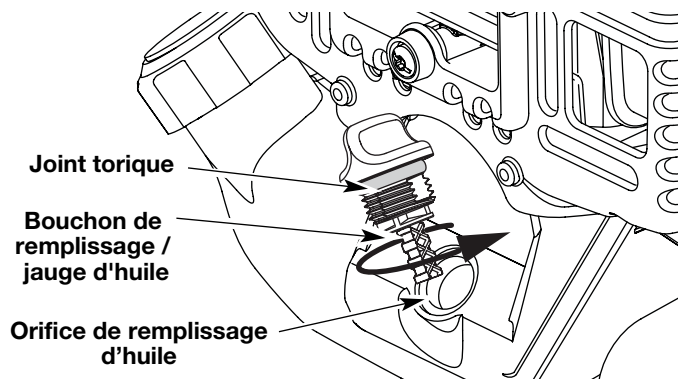

Fig. 25
6. Si le niveau est trop bas, ajoutez un peu d'huile par l'orifice et revérifiez (Fig. 25). Continuez jusqu'à ce que le niveau d'huile atteigne le haut de la jauge.
REMARQUE : Assurez-vous que le joint torique est mis sur le bouchon de remplissage / jauge d'huile au moment de la vérification et du changement d'huile (Fig. 25).